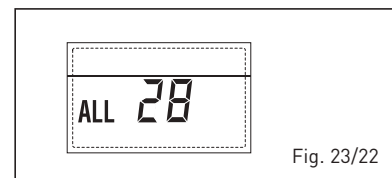

Fig. 23/22
- ANOMALIA NUMERO SCHEDINI COLLEGATI “ALL 29” (fig. 23/23)